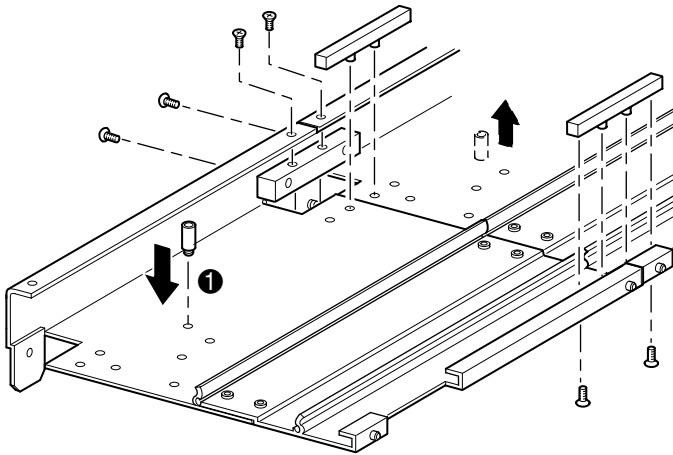

Abbildung 2–15. Anbringen der Befestigungsstreben
10. Entfernen Sie den unteren Endanschlag von der PTM-Basiseinheit, und befestigen Sie ihn in der entsprechenden Bohrung der Erweiterung (❶, Abbildung 2–15) in der letzten Einheit des erweiterten PTM.